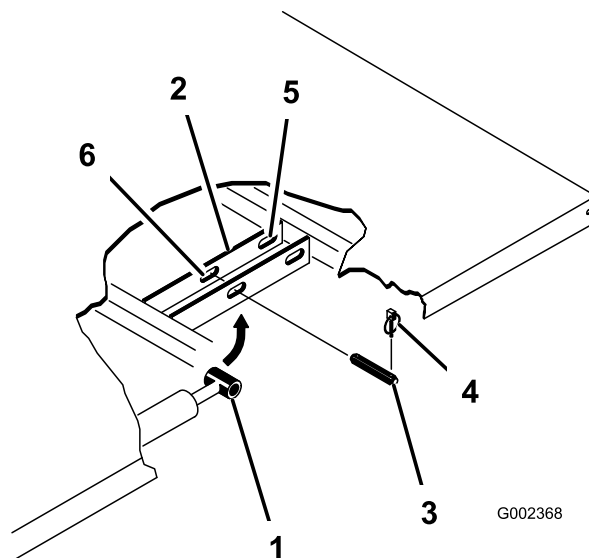

Figura 23
3. Retire las chavetas de los extremos exteriores de los pasadores de horquilla de las varillas de los cilindros (Figura 23).
4. Retire los pasadores que fijan las rótulas de las varillas de los cilindros a las chapas de montaje de la plataforma empujando los pasadores hacia dentro (Figura 23).
5. Retire los pasadores de seguridad y los pasadores que fijan las placas de giro al bastidor (Figura 23).